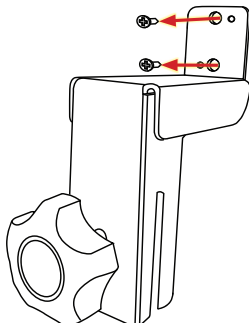

Figure 3
1. Utilisez un tournevis cruciforme pour retirer les deux vis situées dans le support du collier. Réserver pour une utilisation ultérieure. (Voir Figure 3)